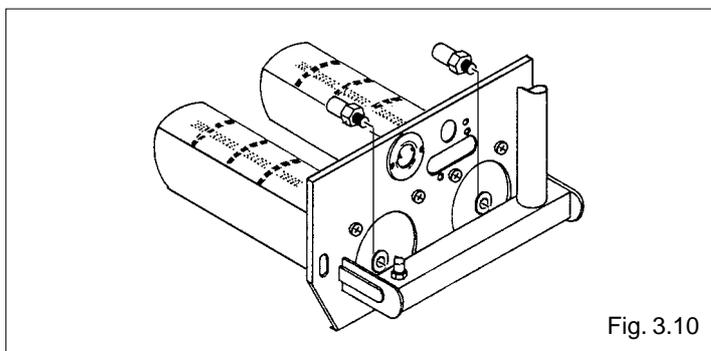

Fig. 3.10
- Desenroscar las dos boquillas presente del quemador y sustituirlas con las boquillas del kit, utilizando también las juntas de aluminio suministradas en dotación (fig. 3.10).